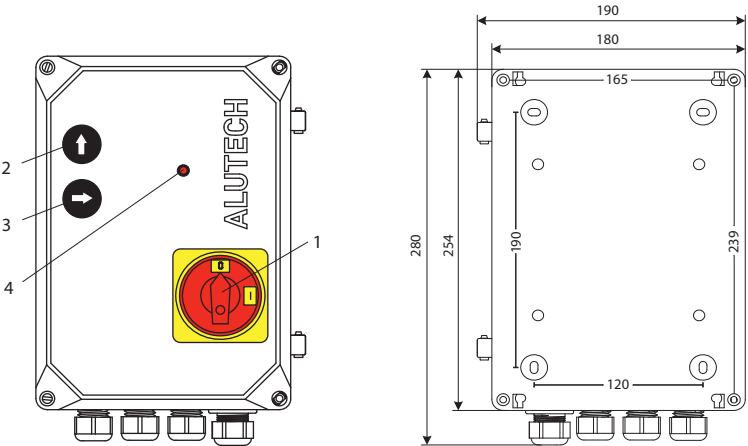
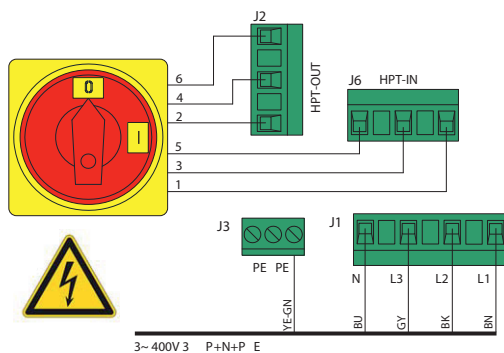

Рисунок 1. Блок управления (размеры указаны в миллиметрах)
Рисунок 3. Подключение сети и сетевого выключателя
Блок предназначен для управления компонентами перегрузочного оборудования. Непосредственно для перегрузочной платформы с телескопической (выдвижной) аппарелью, оснащенной 2-клапанным гидравлическим агрегатом. На крышке корпуса блока расположены выключатель сети 1 (рис. 1), кнопки управления 2 и 3, светодиод индикации 4.
HL1	Светодиод, сигнализирующий о работе кнопок управления 2 и 3 (рис. 1). Светит, если нажата кнопка управления
J1	Разъем подключения сети (рис. 3)
J2	Разъемы подключения выключателя сети 1 (рис. 1, рис. 3).
J10	Разъем подключения кнопок управления 2 и 3, светодиода 4 (рис. 1, рис. 7)
Положение установленной перемычки в разъемах J12 и J13 запоминается при переключении выключателя сети 1 (рис. 1) из положения 0 (положение «Выключено») в положение I (положение «Включено») и сохраняется в течении работы блока управления. При необходимости изменения положения перемычки в разъемах J12 и J13 отключите блок от сети, установите перемычку в требуемое положение и включите блок в сеть.
1. Для подачи напряжения питания на модуль блока управления переключите выключатель сети 1 (рис. 1) в положение I (положение «Включено»).
Если после включения блока управления не светит или моргает светодиод 4 (рис. 1), то перейдите к разделу 7 «Неисправности и рекомендации по их устранению».
6. После успешного выполнения пробных циклов, платформа должна вернуться в исходное положение. Для отключения напряжения питания переключите выключатель сети 1 (рис. 1) в положение 0 (положение «Выключено»).